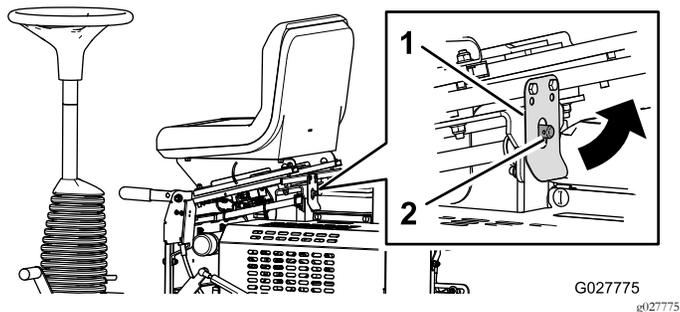

Рисунок 20
2. Оттяните защелку сиденья и наклоните сиденье вперед (Рисунок 20).